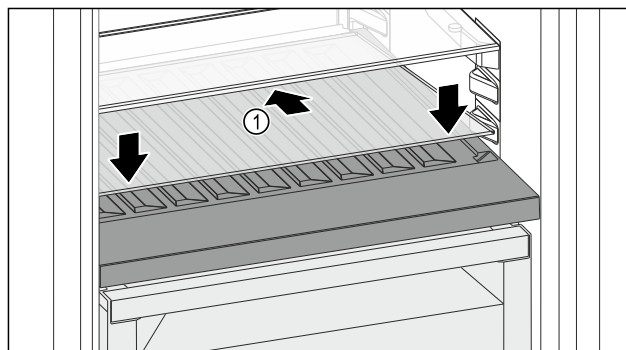

Fig. 86
- Placer la plaque de verre Fig. 86 (1) en biais et inclinée vers le bas.
- Abaisser l'avant de la plaque de verre Fig. 86 (1).